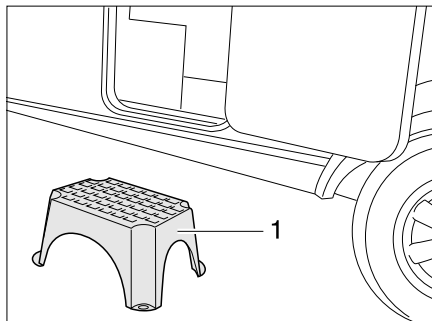

Bild 18 Eintrittstufe (frei stehend)
- Die Eintrittstufe (Bild 18,1) vor den Eingang des Caravans stellen.